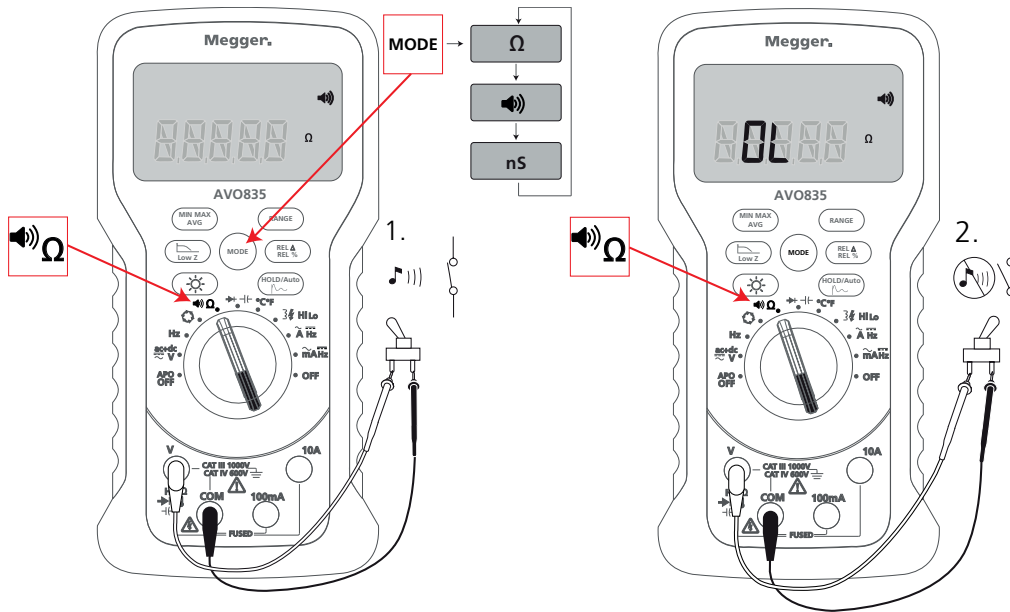

Abb. 4: Einstellen der Durchgangsprüfung
- Stellen Sie das Gerät ein, wie in Abb. 4 beschrieben.